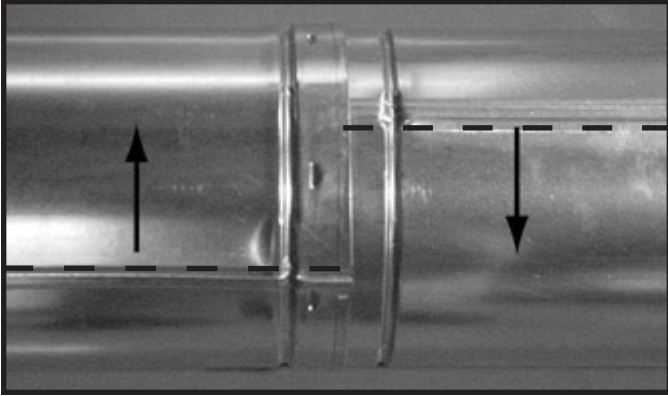
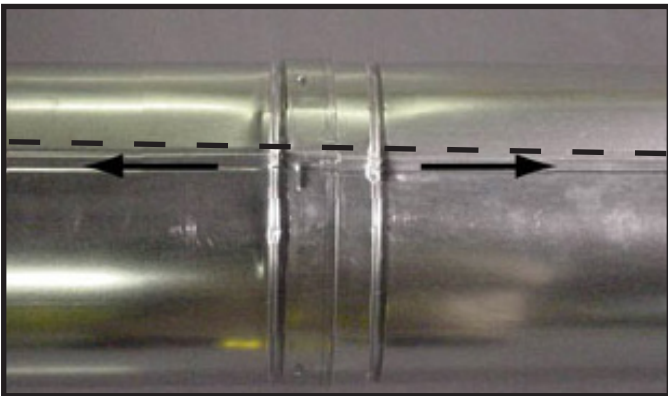

Figura 10.7 Gire los ribetes para separar el conducto de humos
Figura 10.8 Alinee y separe las secciones del conducto de humos
- Gire cualquiera de las secciones (consulte la Figura 10.7) para que los ribetes de ambas secciones estén alineados (consulte la Figura 10.8).